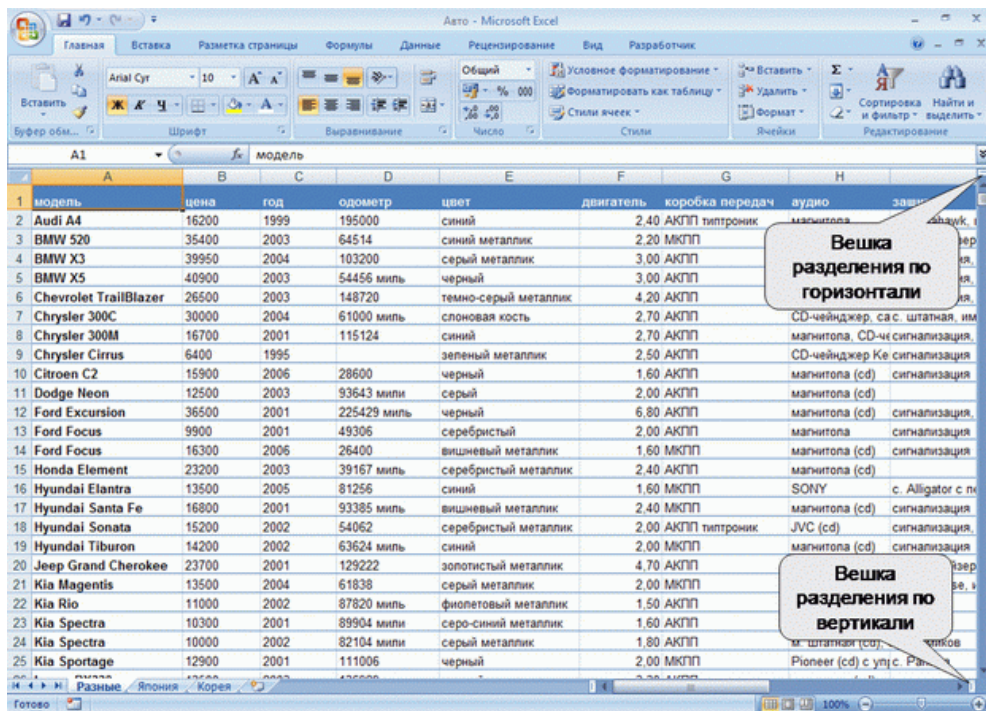

Рис. 3.7. Вешки разделения окна
1. Наведите указатель мыши на вешку, расположенную в верхней части вертикальной полосы прокрутки или в правой части горизонтальной полосы прокрутки (рис. 3.7).